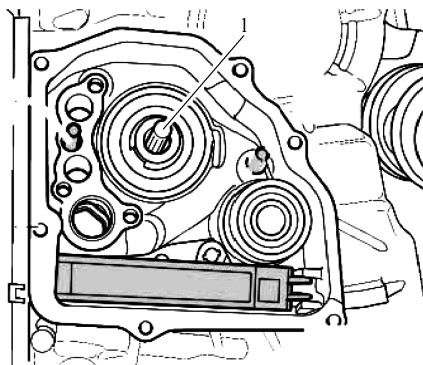

图 3-3-12 安装变速器油泵
1) 将变速器油泵轴 1 推入变速器至止动位置，同时稍微旋转变速器油泵轴 1，如图 3-3-12 所示。